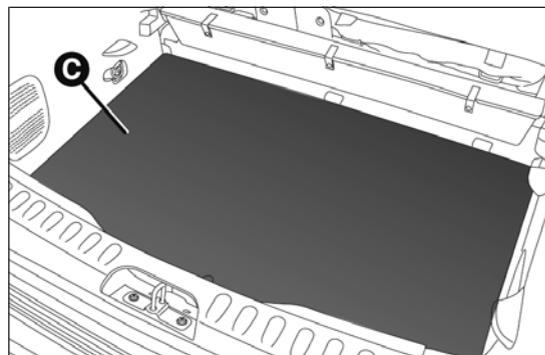

fig. 94
- introduire les objets à l'intérieur du compartiment C fig. 94 ;